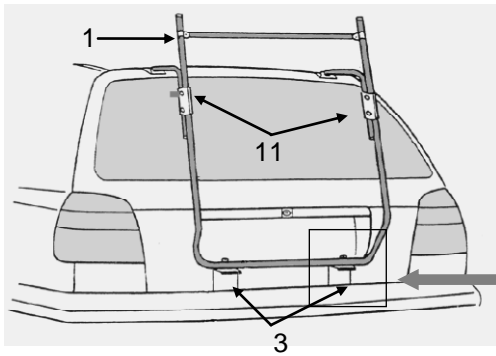

Abb. 4.2.
4. Befestigen Sie die Gummiformteile (24) an den unteren Montageelementen. Bei einigen Montageelementen wurden bereits werkseitig Lackschutzfolien eingeklebt, die keinesfalls entfernt werden dürfen (die Form kann von den abgebildeten Winkeln abweichen). Hängen Sie die Elemente in die leicht geöffnete Heckklappe ein siehe Abb. 4.1, bzw. schieben Sie die obere Platte hinter das Kennzeichen siehe Abb. 4.2. Richten Sie die unteren Montageelemente (3) so aus, daß die Vierkantstanzungen der unteren Montageelemente (3) genau unter den Bohrungen des Trägerrohres liegen.
5. Verbinden Sie die unteren Montageelemente (3) mit dem Trägergestell (1). Hierzu ziehen Sie das Trägergestell herunter und zu sich heran, bis sich die Bohrung im Trägerrohr genau in der Flucht der Vierkantstanzung der unteren Montageelemente befindet. Führen Sie nun die Spannschrauben (14) durch die Öffnungen von Montageelementen und Trägerrohr (Achten Sie darauf, daß der Vierkant der Schraube richtig in der Stanzung des Montageelements sitzt). Drehen Sie nun die Rändelmutter (13) so weit an, bis das Trägerrohr auf den unteren Montageelementen (3) aufliegt. Hierdurch wird der Träger verspannt und erhält seine Stabilität. Jetzt werden die Muttern (11) an den Klemmbacken (8) fest angezogen. Die Muttern dürfen bis max. 11 Nm angezogen werden.